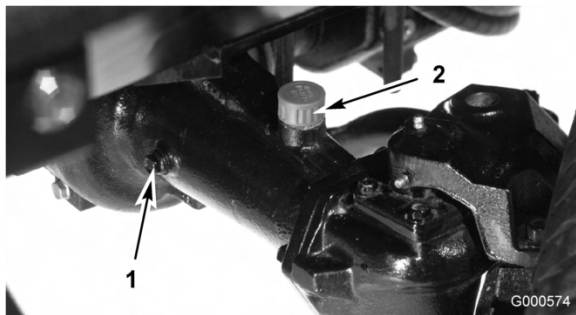

図 45
- アクスルの一方の端部から点検用プラグ（図45）を抜き、穴の高さまで潤滑油があることを確認する。量が不足の場合は、給油プラグ（図45）をはずして補給する。